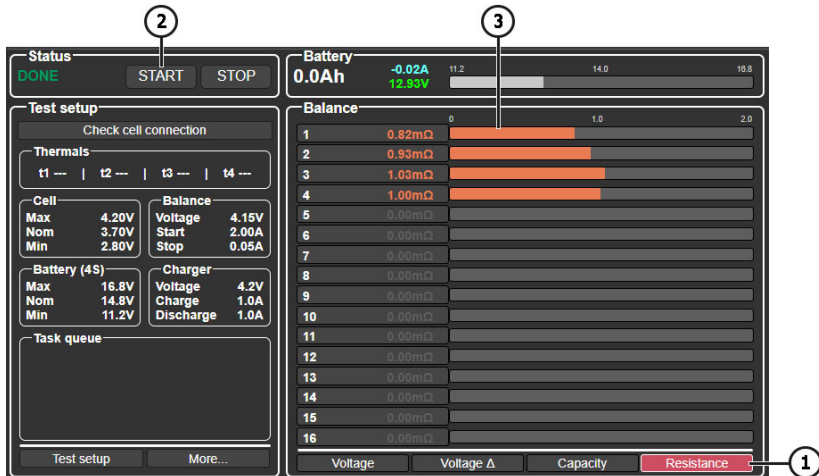

Рисунок 20
- 3. У головному меню виберіть режим відображення значень внутрішнього опору кнопкою «Resistance» (див. рис. 20).
- 4. Для запуску тесту в головному меню натисніть кнопку «Start» (поз. 2 на рис. 20). Через кілька секунд з'являться результати вимірювань (поз. 3 на рис. 20).